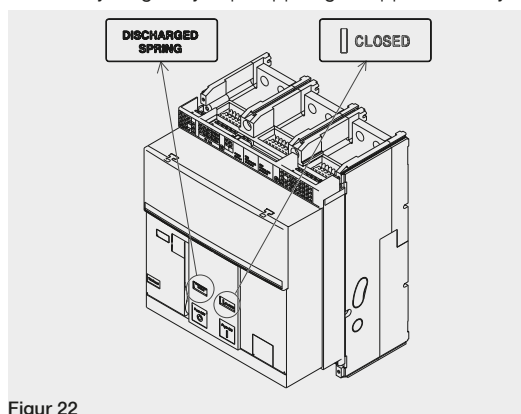

Figur 20
3. Kontrollera att effektbrytaren är öppen (bruten/sluten signaleringsenhet "O – OPEN"), och att fjädrarna är spända (fjädersignaleringsenhet "gul – CHARGED SPRING") som angivet i Figur 20.